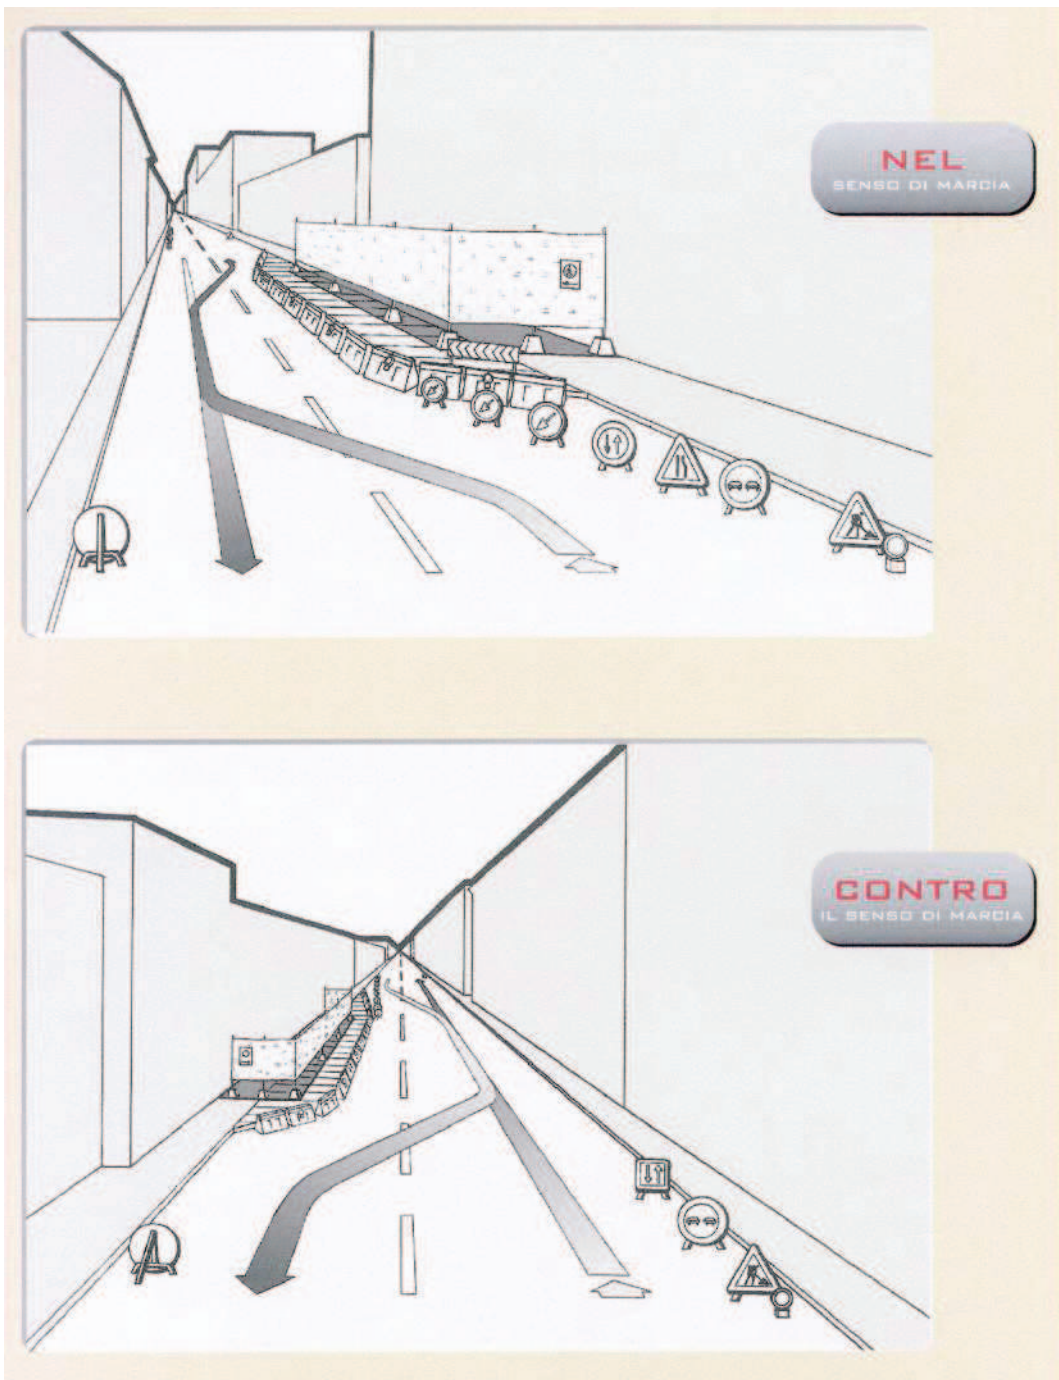

FIGURA 7A – CARREGGIATA LIBERA MINORE DI 5,60 M E LARGHEZZA CORSIA LIBERA DAI LAVORI MAGGIORE DI 2,75 M CON PASSAGGI PROTETTI PER PEDONI. FIGURA DESCRITTIVA.
- FIGURA 7A CARREGGIATA LIBERA MINORE DI 5,60 M E LARGHEZZA CORSIA LIBERA DAI LAVORI MAGGIORE DI 2,75 M CON PASSAGGI PROTETTI PER PEDONI. FIGURA DESCRITTIVA.